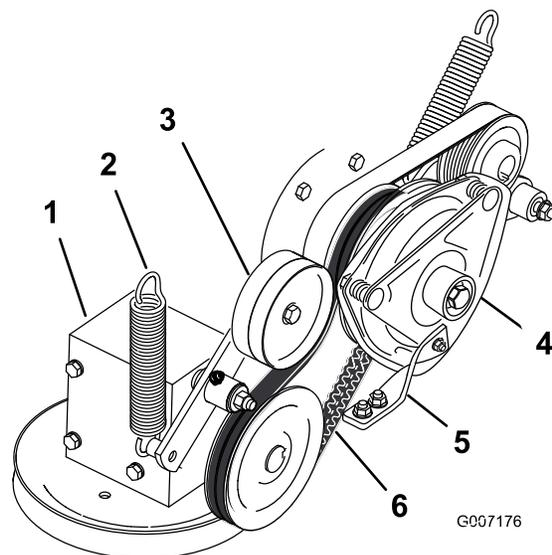

Bild 89
4. Entfernen Sie die Feder vom Spannarm (Bild 89).
7. Verlegen Sie den neuen Zapfwellen-Treibriemen um die Kupplungs- und Getriebespannscheibe (Bild 89).
9. Haken Sie die Feder wieder in den Spannarm ein (Bild 89).